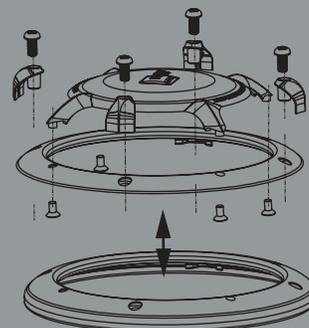

Abbildung 19.
- Die Rahmen für die Frontabdeckung der Lautsprecher-Chassis aus der GTi Competition Reihe lassen sich einfach austauschen. Abbildung 19 zeigt, wie man den aus Kohlefaser bestehenden Rahmen austauscht.